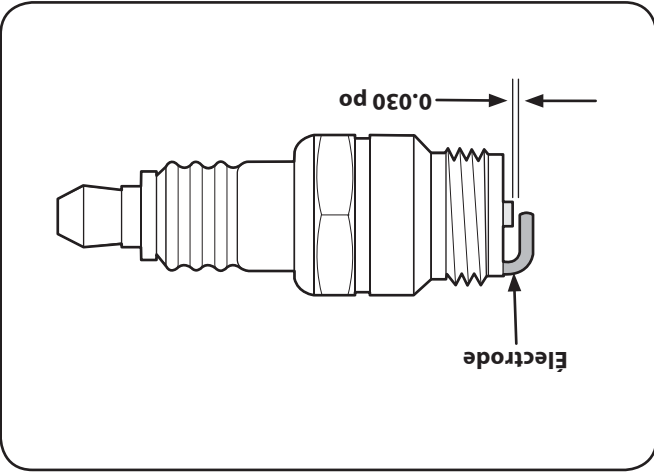

Figure 6-7
6. Voir l'encadré de la Fig. 6-7.
Mesurez l'écartement de la bougie avec une jauge d'écartement. Ajustez au besoin en pliant l'électrode de côté. Voir la Fig. 6-7. L'écartement doit mesurer 0,030 po.